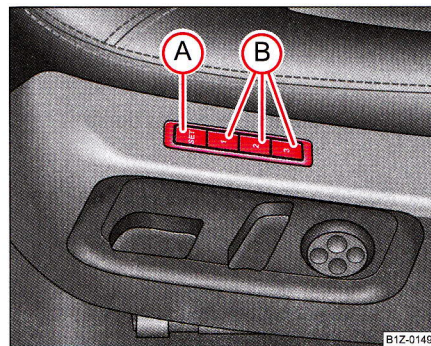

Fig. 62 Scaunul conducătorului: Tastele pentru memorare și tasta SET
- Apăsați tasta **SET** **(A)** ⇒ fig. 62.
Memory pentru scaun oferă posibilitatea memorării individuale a poziției scaunului conducătorului și a oglinzilor exterioare. Fiecăreia din cele trei taste de memorie **(B)** ⇒ pagina 83, fig. 62 i se poate alocă un reglaj al scaunului. După apăsarea tastei respective **(B)** scaunul și oglinda exterioară vor adopta poziția memorată pe tastă ⇒ pagina 85.
- **Memory-apăsare scurtă:** Apăsați scurt tasta de memorare **(B) ⇒ pagina 83, fig. 62**. Scaunul și oglinzile laterale vor adopta automat poziția memorată (acest lucru este valabil numai pentru situația când contactul este pus și viteza este mai mică de 5 km/h).